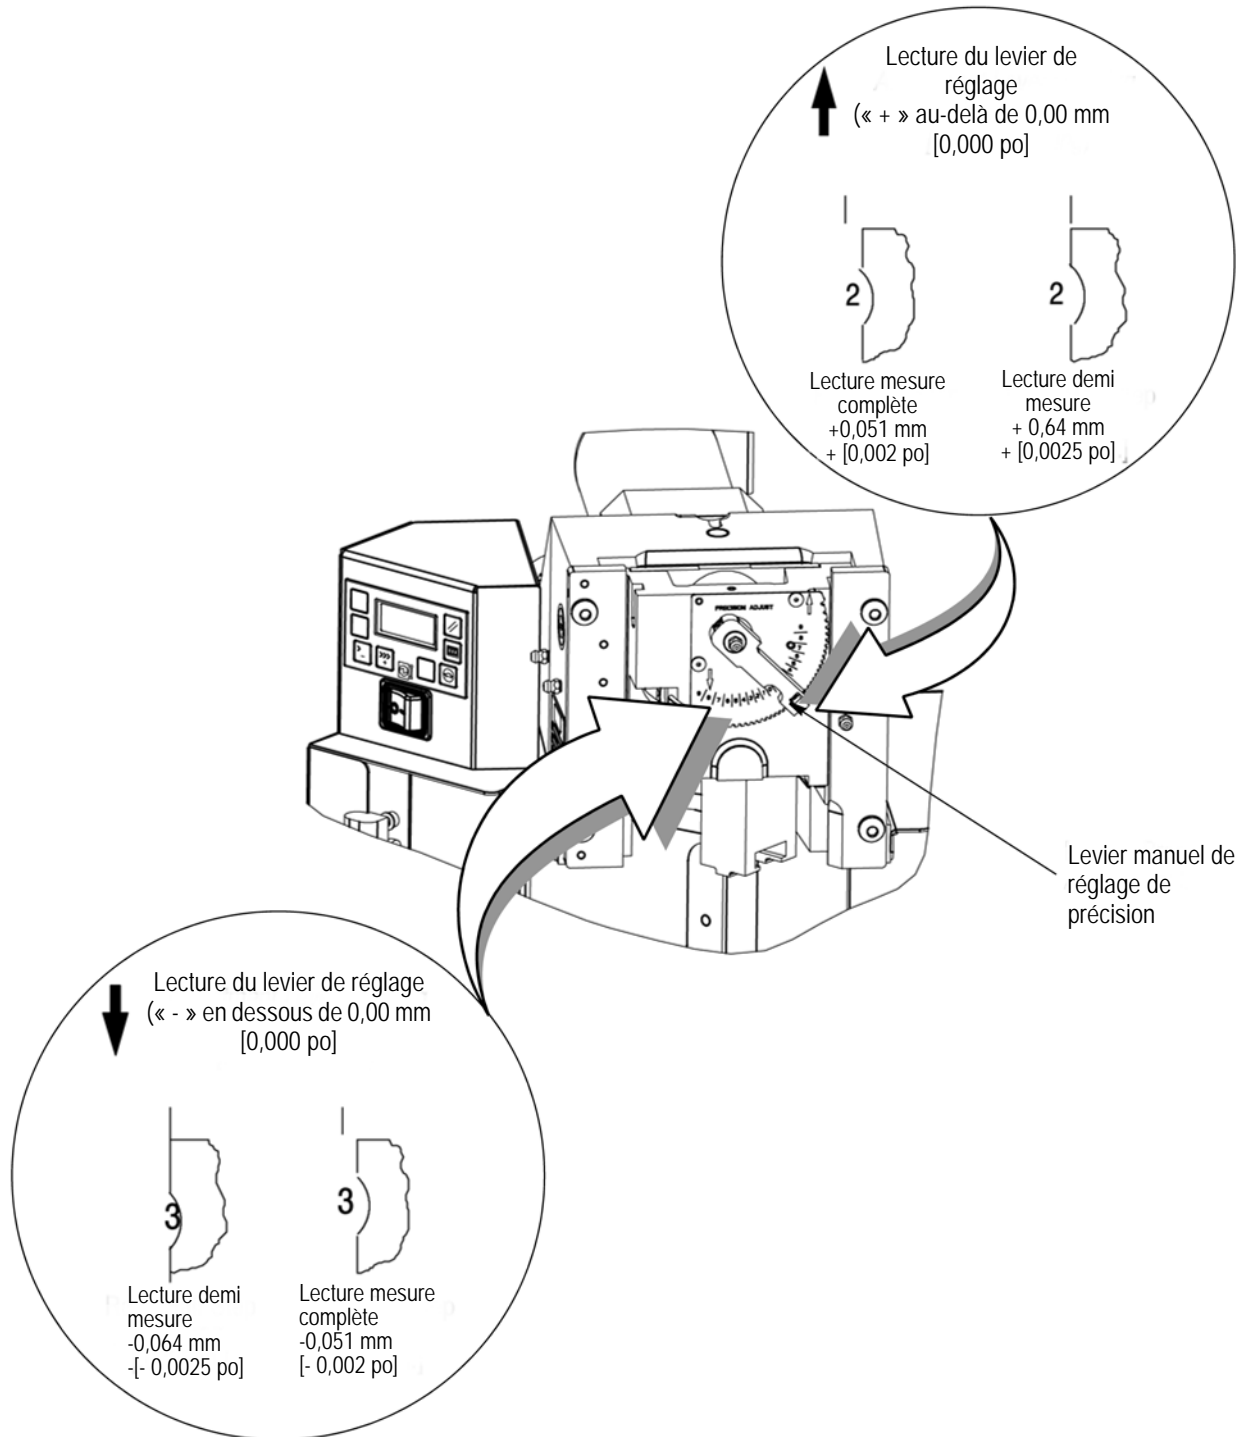

Figure 12
4. Ajuster la hauteur de sertissage en déplaçant le levier de réglage de précision (Figure 12) :